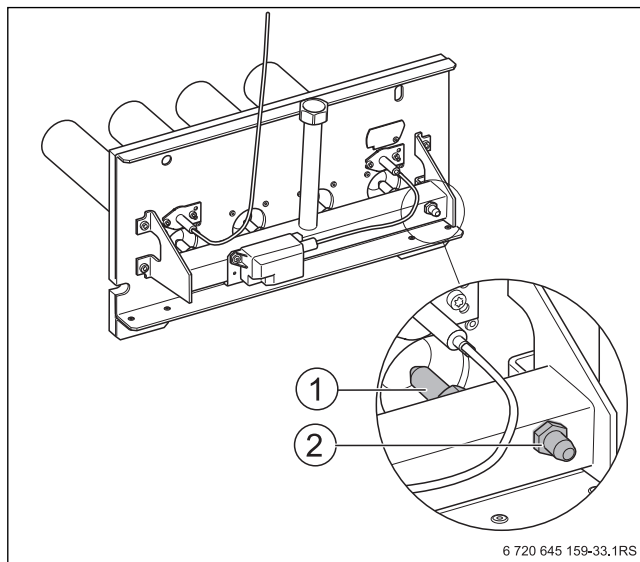

Рис. 56 Замена форсунок основного газа
- Замените форсунки основного газа (→ рис. 56, [1]) на форсунки для нового вида газа. При этом нужно установить новые уплотнения.